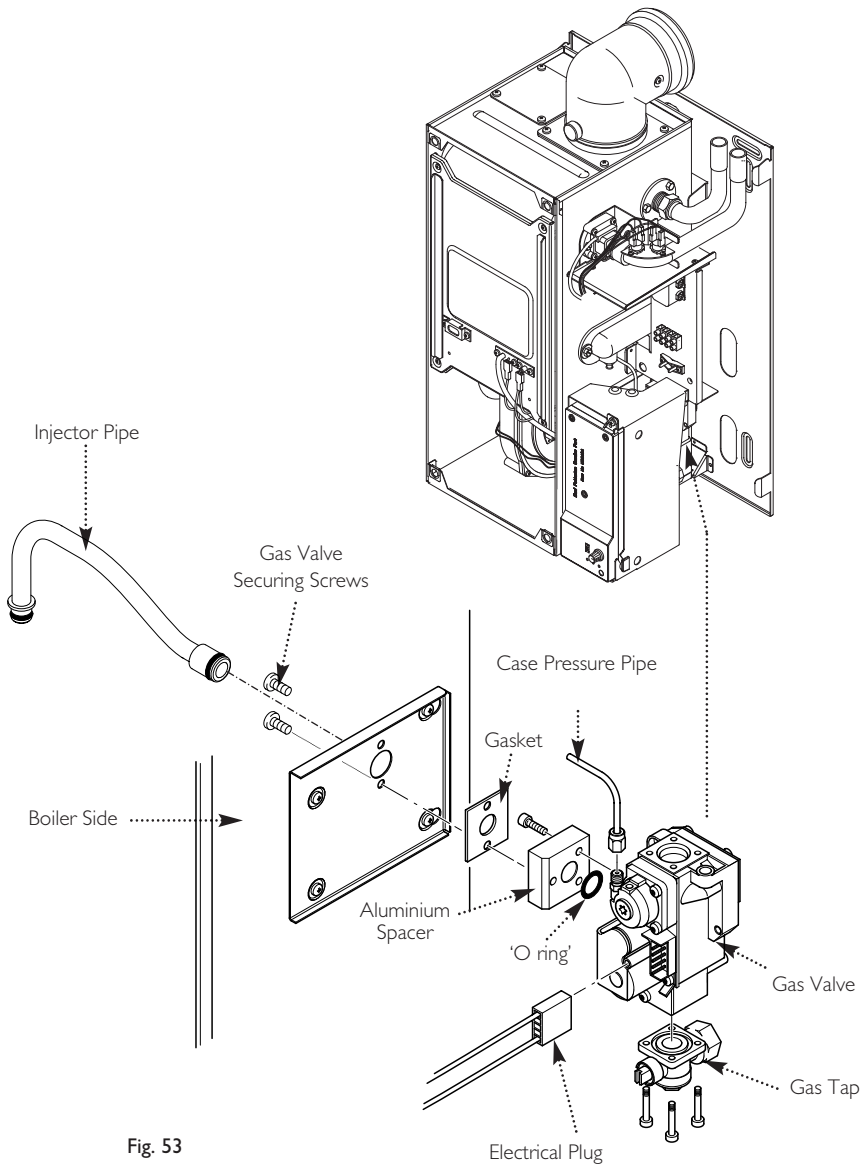

Fig. 53
13.7 Injector Pipe (Fig. 53)
13.8 Gas Valve (Fig. 53)